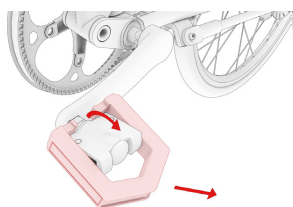

Abb. 1.11
- 10 Entfalten Sie die Faltpedale indem Sie den eingeklappten Pedalkäfig um 90 Grad drehen. Der Pedalkäfig rastet von selbst ein (Abb. 1.11).